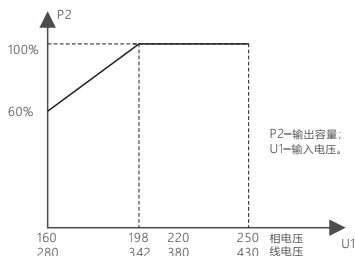
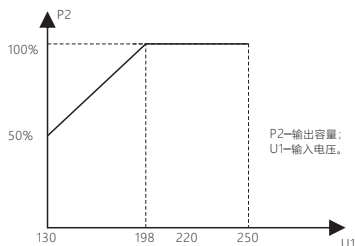

图1 输入电压范围为单相（160V~250V）
图2 输入电压范围为（130V~250V）
#### 4.2.1 输出容量与输入电压的关系见图1和图2。
#### 4.2.3 当输入相电压低于198V时, 产品的输出容量应参照图1和图2按比例降容使用。
7.2.2 当单相稳压器输入的电源电压低于198V、三相稳压器输入的电源电压低于342V时，必须按4.2和图1、图2的要求按比例减小负载使用。
7.2.3 使用110V输出时，最大容量仅为额定容量的50%，当输入电压低于198V时也应参照图1、图2按比例减小负载使用。